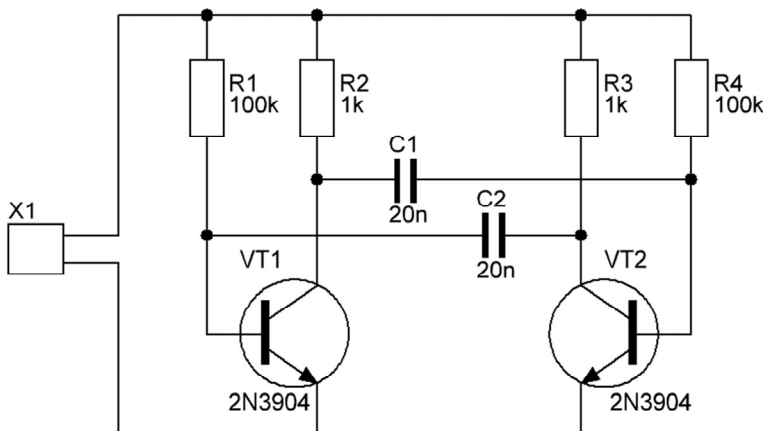

Рис. 3.2. Схема мультивибратора
В этом разделе рассмотрена работа со схемой, представленной на рис. 3.2. Это схема несинхронизированного мультивибратора, в которой используются два транзистора 2N3904.
В первую очередь мы разместим на схеме два транзистора: VT1 и VT2. Общая компоновка схемы представлена на рис. 3.2.
3. На эскизе схемы, показанной на рис. 3.2, видно, что транзистор **VT2** зеркально отражен относительно **VT1**. Чтобы получить зеркальное отражение размещаемого элемента, нажмите клавишу **X**. Это переворачивает элемент по горизонтали (вдоль оси **X**).